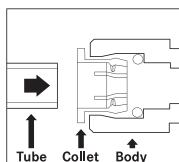

Fig.1
- ▷ Włożyć wąż prosto (rys. 1).